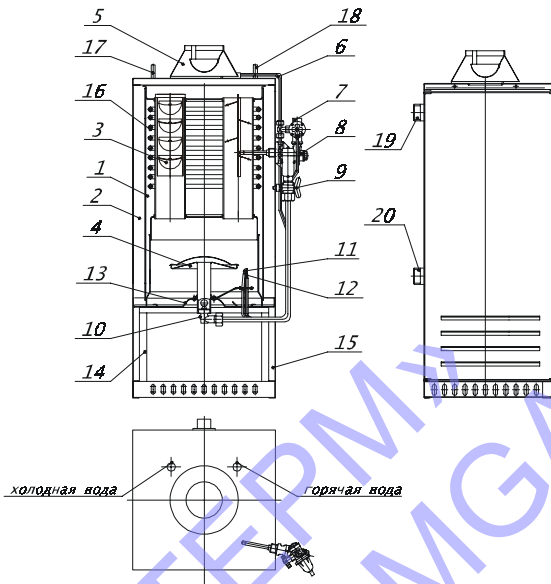

Рис. 2. (исп. 2). Схема аппарата отопительного газового бытового с водяным контуром комбинированного (прямоугольная облицовка):
2.3. Основные характеристики аппаратов исп. 1 (рис. 1), исп. 2 (рис. 2):
5.2. Аппарат исп. 2 (рис. 2) состоит из следующих узлов: теплообменника, внутри которого расположен змеевик горячего водоснабжения, устройства газогорелочного, рамы, крана газового, зонта с обтекателем, автоматики безопасности и регулирования, которая включает клапан газовый магнитный с фильтром, термopару, горелку запальную, терморегулятор, автоматику по тяге и облицовки.
5.6. Вода для бытовых нужд в аппарате нагревается змеевиком 17 (рис. 1), 16 (рис. 2), который, в свою очередь, нагревается горячей водой системы отопления. Терморегулятор должен быть настроен на максимальную температуру.
6.12. При устранении неисправностей в устройстве газогорелочном или для прочистки основной и запальной горелок следует: отсоединить трубки горелок и термопару от узла автоматики, повернуть поддон по оси до прорези в основании 14 (см. рис. 1 (исп. 1)) и в раме 14 (см. рис. 2 (исп. 2)), вывести поддон из прорези в основании и извлечь его из-под аппарата, после выполнения указанных операций вернуть все в первоначальное положение, закрепив трубки горелок и термопару к узлу автоматики.